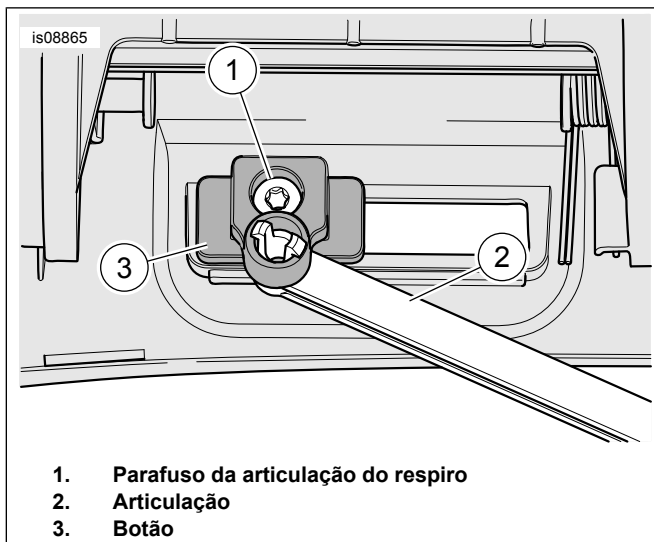

Figura 4. Parafuso da articulação do respiro
4. Veja Figura 4 . Remova o parafuso (1). Remova a articulação (2). Instale a parte dianteira da nova caixa. Aperte.